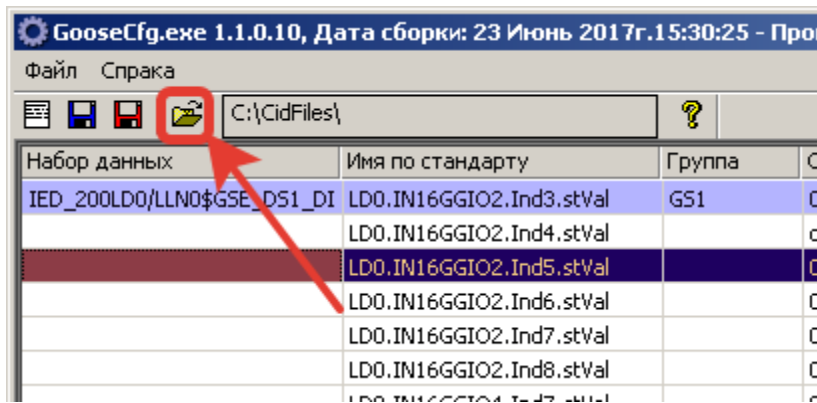

Рисунок 11 – Смена рабочего каталога
- Рисунок 11 – Смена рабочего каталога